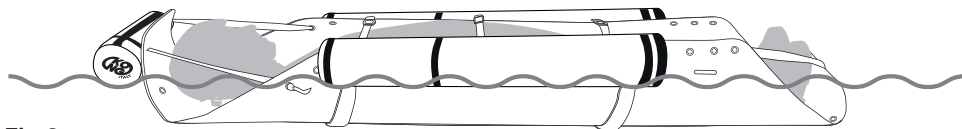

Fig.6
Spinta di galleggiamento totale (fig. 6) con il kit 880020300KK FLOKIT (P) completamente immerso	400 N